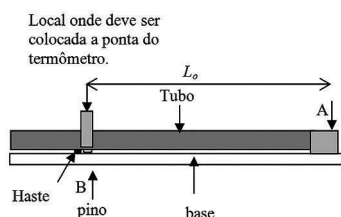

Figura 5.4: Vista lateral do tubo.
2. Meça o comprimento do tubo de metal L_0 à temperatura T_0 inicial. A medida de L_0 é o comprimento AB entre o ponto do tubo fixo pela garra e o pino inferior, fixo na extremidade livre B do tubo (ver **Figura 5.4**). Anote a seguir a leitura do comprimento L_0 e a incerteza associada a ela.
5. Coloque a mangueira do vaporizador na extremidade fixa A do tubo (ver **Figura 5.4**).